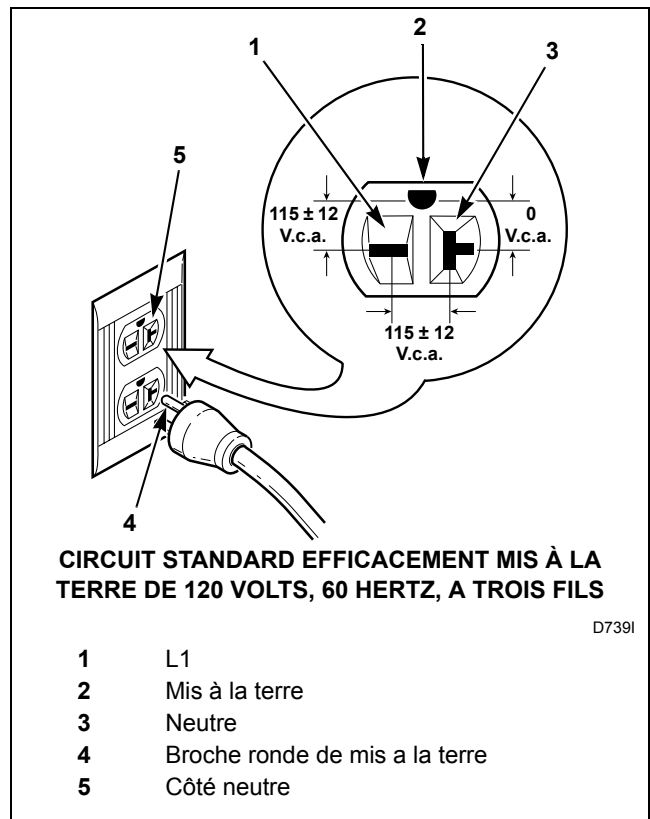

Figure 21
- La fiche de mise à la terre à trois broches du cordon électrique doit être branchée directement dans une prise efficacement mise à la terre, polarisée, à trois fentes avec tension nominale de 120 volts, CA (courant alternatif) 20 ampères. Se reporter à la *Figure 21* afin de déterminer la polarité correcte de la prise murale.